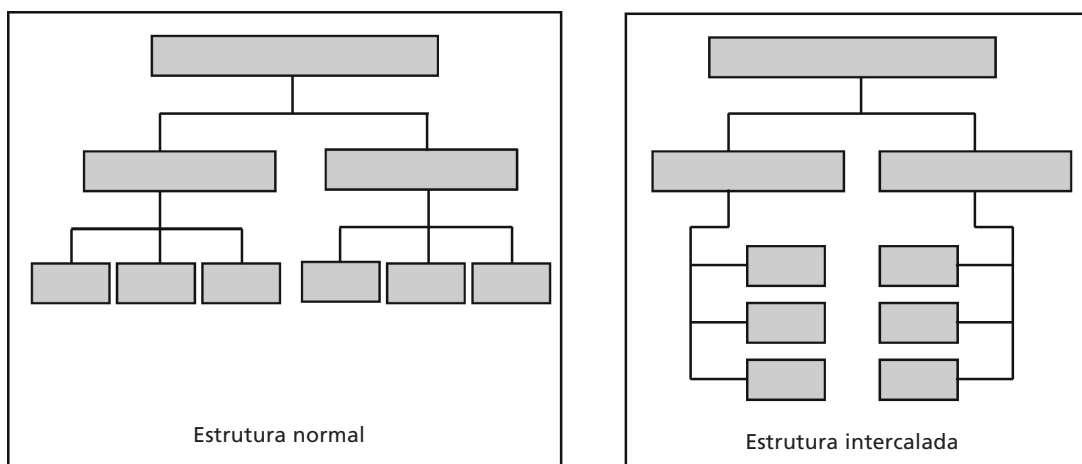

Figura 1.12: A estrutura intercalada.
f. Quando necessário, deve-se utilizar a estrutura intercalada para auxiliar em sua elaboração – o que possibilitará uma estética melhor (Figura 1.12).